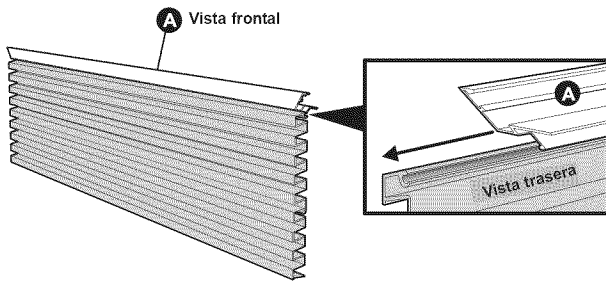

Figura 3
- Deslice el conjunto armado de rejillas en la moldura del collarín superior (A). Únalos con cinta adhesiva para evitar que se deslicen. Véase la figura 3.